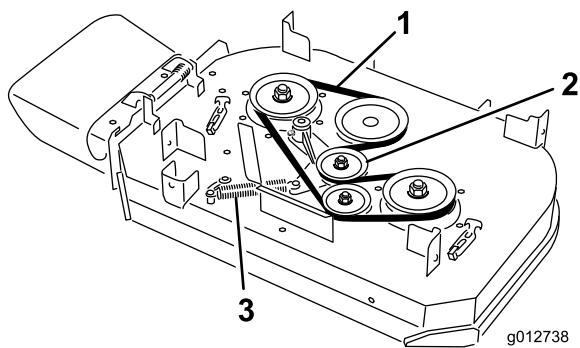

Figure 62
4. Décrochez le ressort du tenon d'ancrage sur le bras de la poulie de tension (Figure 62).
5. Enlevez la courroie usée du tablier de coupe (Figure 62).
6. Montez la courroie neuve sur la poulie d'embrayage, les poulies du tablier de coupe et la poulie de tension (Figure 62).
7. Accrochez le ressort au tenon d'ancrage sur le bras de la poulie de tension (Figure 62).
- Décrochez le ressort du tenon d'ancrage sur le bras de la poulie de tension (Figure 62).
- Enlevez la courroie usée du tablier de coupe (Figure 62).
- Montez la courroie neuve sur les poulies du tablier de coupe et la poulie de tension (Figure 62).
- Accrochez le ressort au tenon d'ancrage sur le bras de la poulie de tension (Figure 62).
- Montez la courroie neuve sur les poulies du tablier de coupe, la poulie d'embrayage et la poulie de tension (Figure 62).
- Montez le ressort sur le tenon d'ancrage (Figure 62).